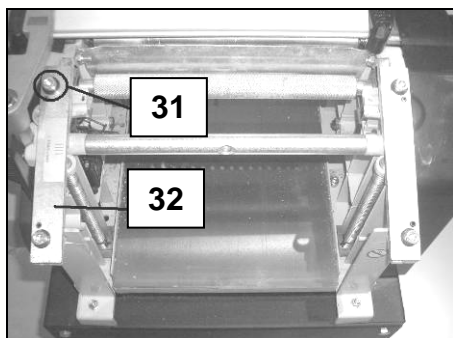

Fig 25
- Dévissez les 4 vis 6 pans de 6mm (31) et ôtez les 2 plaques de serrage (32) (Fig 25).